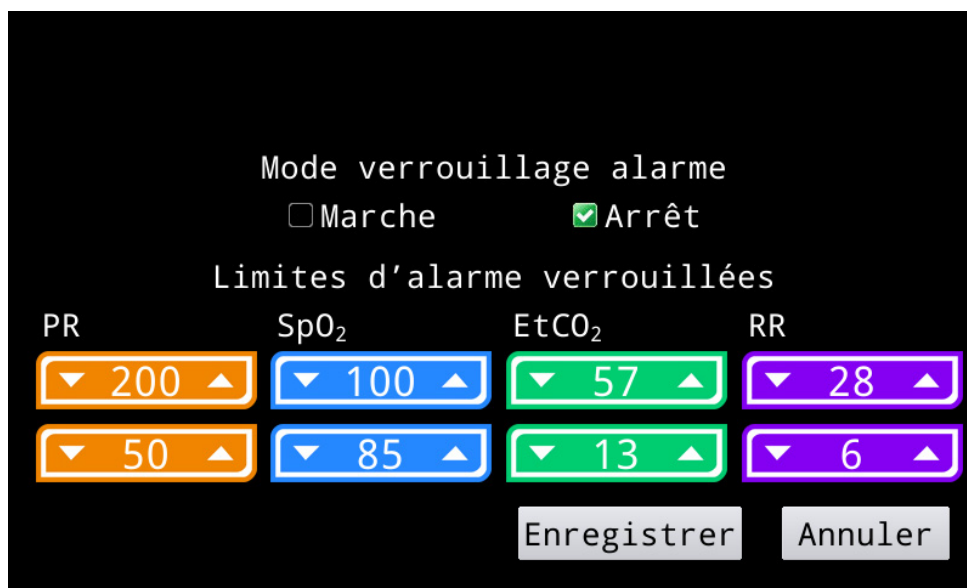

Figure 12. Écran Mode verrouillage alarme
1. Appuyez sur **Mode verrouillage alarme** dans le menu de configuration. L'écran Mode verrouillage alarme (figure 12) apparaît.